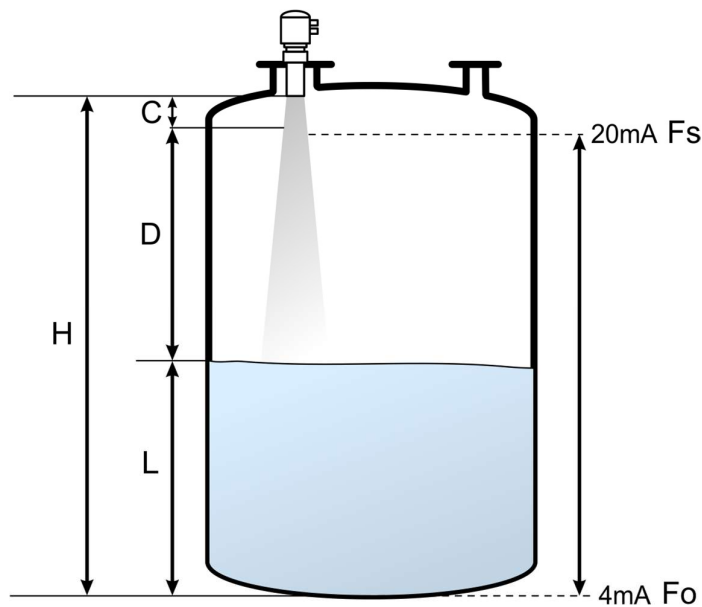

Figura 1.1 Esquema de medición
1-Lo primero que usted debe saber antes de instalar su equipo es a qué altura va a montar el medidor de nivel. En la Figura 1.1 nos referimos a la altura H.
- 5- Setear la altura "H" (en la Figura 1.1) que ha tiene desde el sensor hasta el fondo del tanque (vacío) en la Pantalla "Input Bottom Distance". Para modificar dicha distancia utilice los botones  o  para decrementar o incrementar el valor respectivamente.